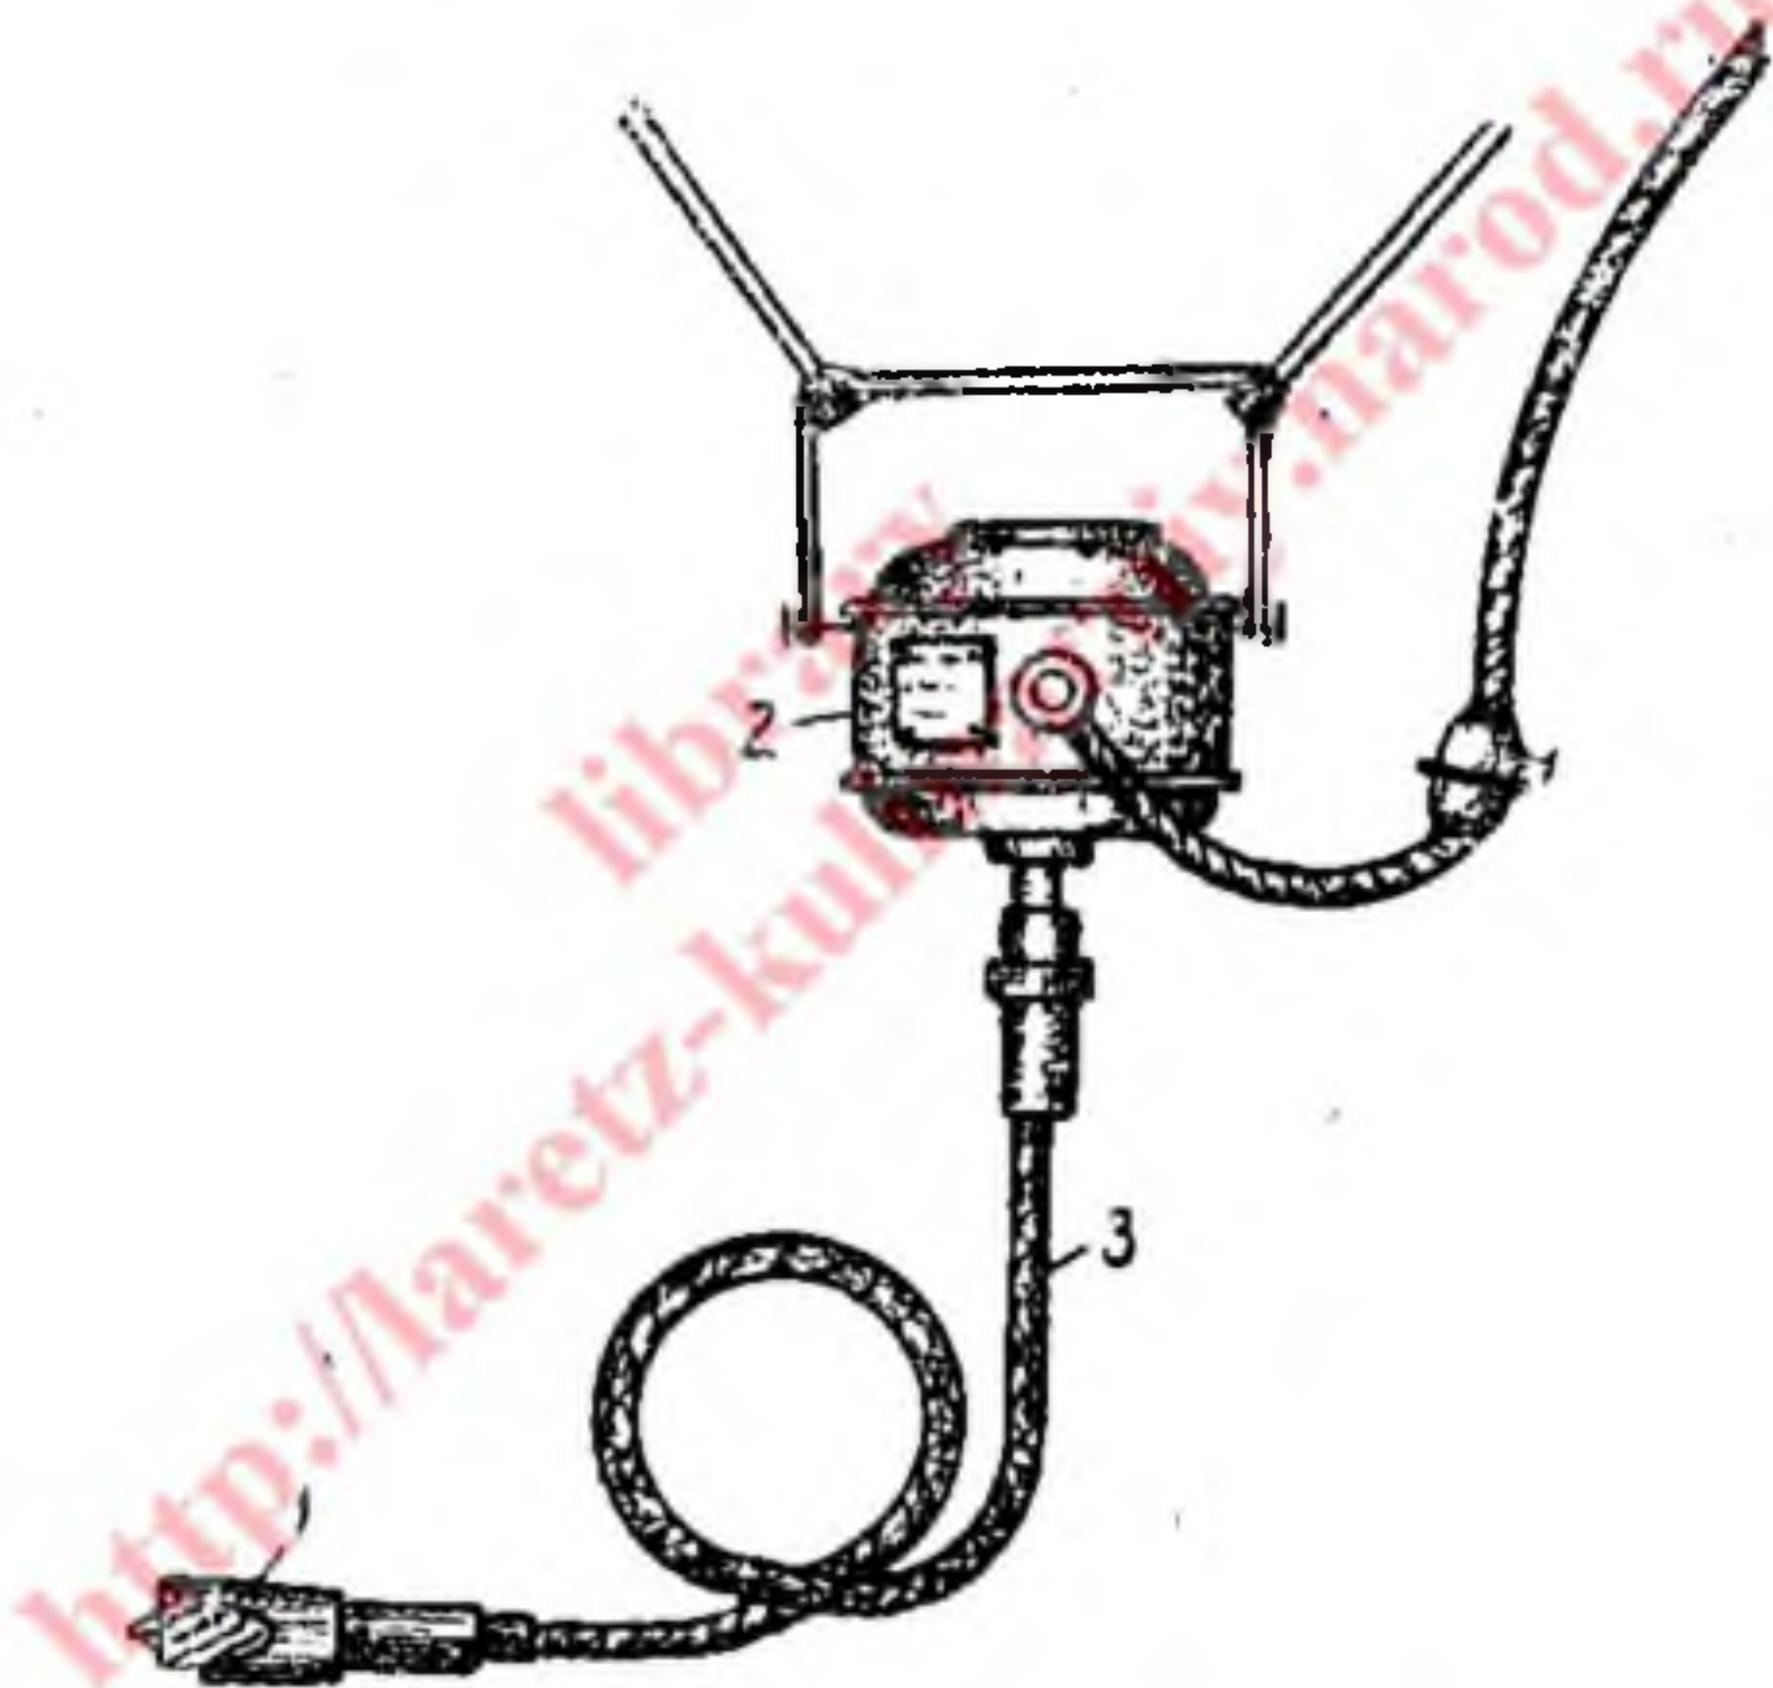

Рис. 9. Ручной скейлер.
Впервые ручной скейлер для очистки рыбы от чешуи был выпущен в США. В настоящее время он стал применяться и на некоторых наших заводах. Применение скейлера является уже частичной механизацией трудоемкого процесса чистки рыбы от чешуи, так как в этом случае чешуеочистительный скребок (1) (рис. 9) приводится в движение не вручную, а от электромотора (2) с помощью гибкого вала (3).